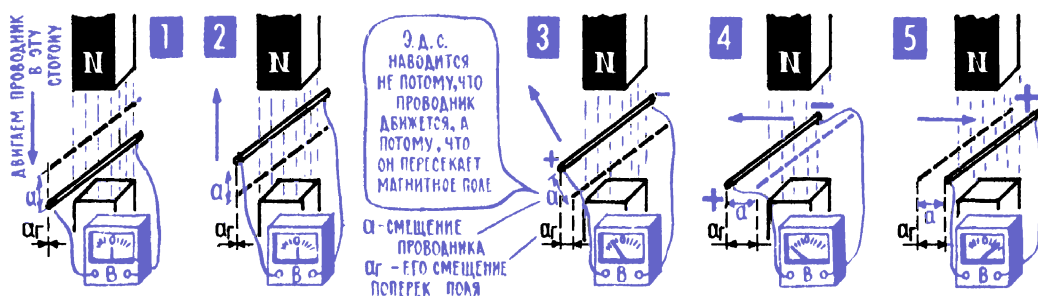

Рис. 6.1. Движение проводника в магнитном поле
1. Если в магнитном поле вращать проводник, то в нем наводится переменная синусоидальная ЭДС. Отмечая, что ЭДС, наведенная в проводнике, который движется в магнитном поле, зависит от скорости его перемещения, нужно помнить: речь идет не о движении вообще, куда угодно. Важно то, с какой скоростью проводник пересекает магнитное поле, с какой скоростью он движется перпендикулярно полю, перпендикулярно направлению, в котором поле повернуло бы пробную магнитную стрелку. Это поясняет рис. 6.1, на котором показано движение проводника в магнитном поле в разных направлениях. Предполагается, что скорость движения во всех пяти примерах одна и та же, т. е. проводник за единицу времени, скажем за 1 с, везде проходит одно и то же расстояние a .
В первых двух случаях (рис. 6.1; 1,2) проводник движется по направлению поля, движется в том же направлении, в котором поле устанавливает стрелку компаса. А поэтому наведенная ЭДС равна нулю; чтобы ЭДС наводилась, проводник должен хоть сколько-нибудь сместиться поперек поля. Такое небольшое смещение мы видим на рис. 6.1; 3. Здесь проводник по-прежнему продвинулся на расстояние a , но теперь он уже поперек поля сместился на расстояние a_r . В случае, показанном на рис. 6.1; 4,
ЭДС максимальна – проводник движется строго перпендикулярно полю. Такая же максимальная ЭДС наводится и в случае рис. 6.1; 5. Здесь, правда, проводник движется в другом направлении и полярность ЭДС, конечно, меняется на обратную (по сравнению с рис. 6.1; 4). Так бывает всегда: полярность наведенной ЭДС всегда зависит от того, в каком направлении проводник пересекает магнитное поле, и определяется эта полярность по известному правилу правой руки (рис. 5.7; 1).